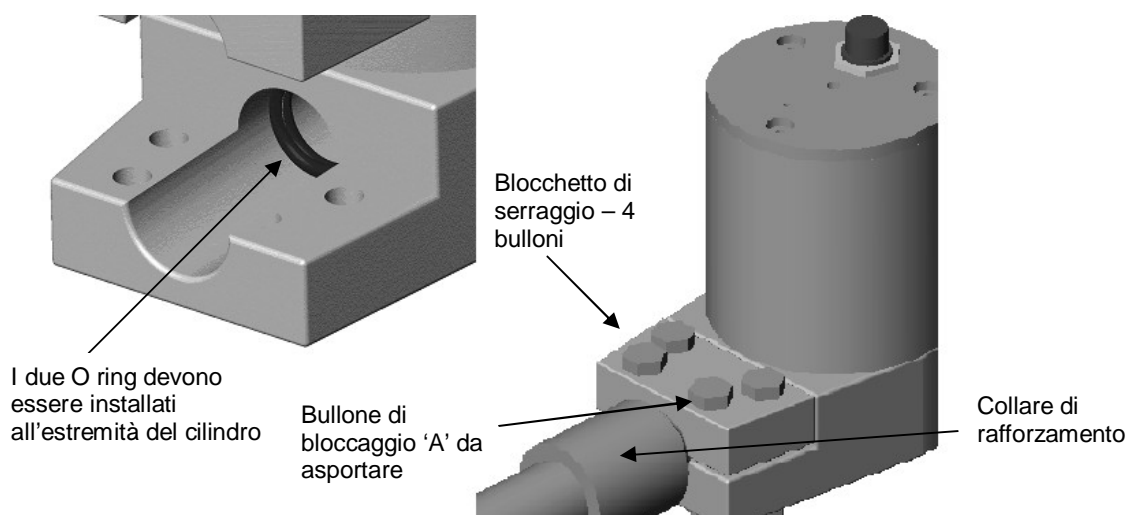

Figura 2 – Installazione del braccio del sensore nel corpo del sensore
Una caratteristica aggiuntiva per il braccio di rilevamento più lungo (700mm) è un collare di rinforzo che si adatta alla parte superiore del braccio (vedere Figura 2), che viene inserito per aumentare la forza del braccio.
- Allentare i bulloni di fissaggio del braccio sul corpo dell'elettronica e rimuovere il bullone di bloccaggio (A).
- Inserire i due O ring. E' necessario posizionarli all'interno dei blocchetti di fissaggio contro il gradino come illustrato in Figura 2.